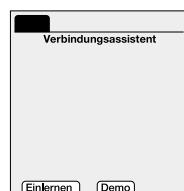

Bild 4:
3. Durch Anwählen der Schaltfläche "Fertig" wird der Dialog 'Geräte löschen' verlassen und es erfolgt ein Rücksprung in den Verbindungsassistenten. Wenn alle Gateways aus der Gerätekonfiguration entfernt wurden, ist die Geräteliste des Verbindungsassistenten leer (vgl. Bild 4). An dieser Stelle können ggf. neue Gateways eingelernt werden.